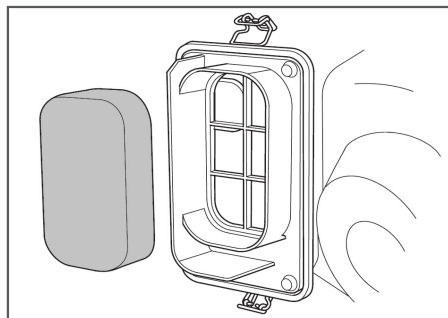

Рис. 15 Обслуживание воздушного фильтра
2. Извлеките из корпуса воздушного фильтра поролоновый фильтрующий элемент 1 (Рис. 15)